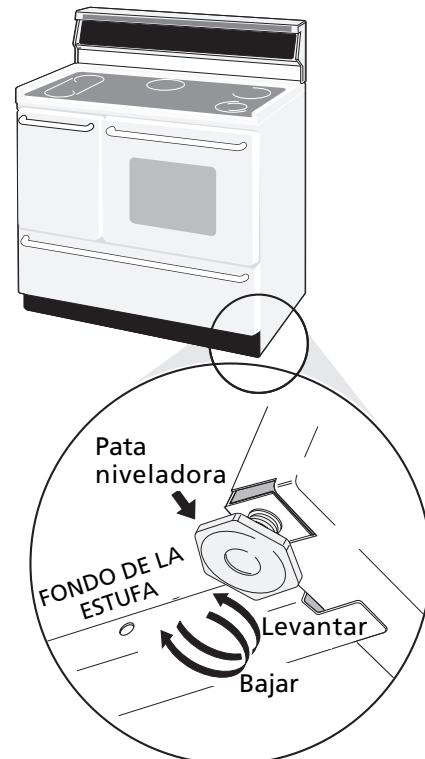

Figura 11
4. Nivele la estufa si es necesario ajustando las cuatro patas niveladoras con una llave (Ver la Figura 11 abajo). Se requiere un espacio libre mínimo de 1/8" (3.2 mm) entre la parte inferior de la estufa y los niveladores de las patas traseras para dejar espacio para los soportes antivuelco.